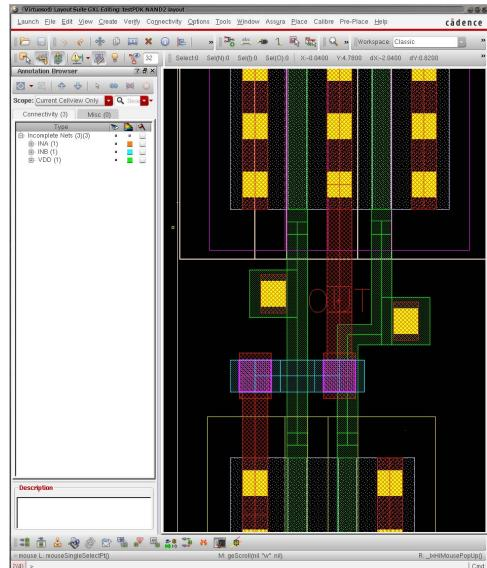

図 53: ゲート入力用コンタクトの配置
3. レイアウトエディタウィンドウに移動し、Design Rule 違反に注意しつつ (DRD を Notify に設定しているれば Design Rule 違反が表示されるはず)、それぞれのゲートに接するように、図 53 に示すように配置する。